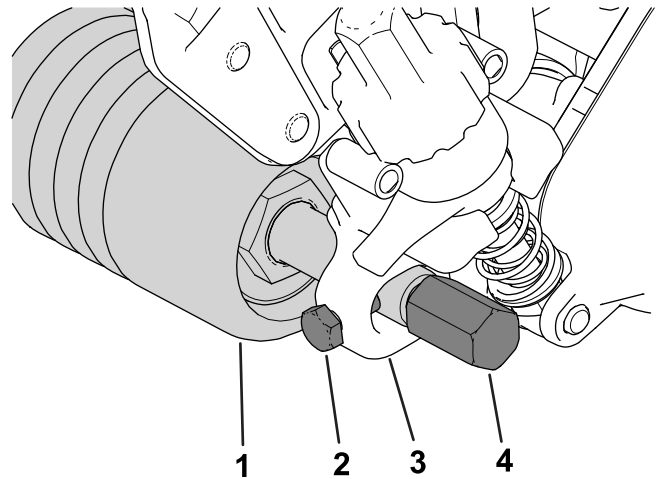
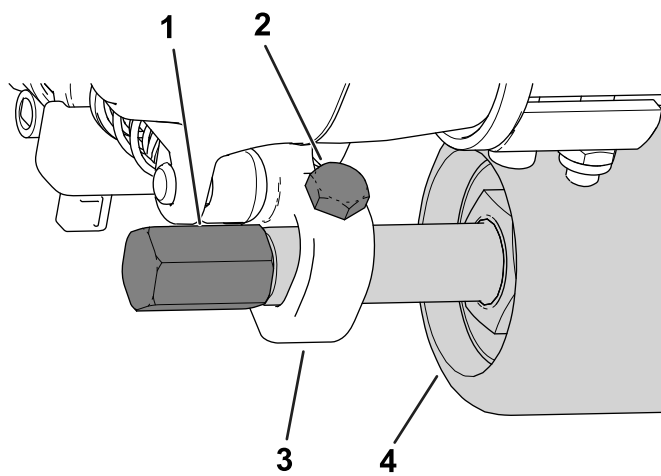

Figure 14
Figure 15
5. Insérez et centrez l'arbre du rouleau entre les supports de hauteur de coupe, et fixez-le en position avec 2 vis (Figure 14 ou Figure 15).
Vous pouvez installer les vis de fixation à l'avant (comme montré à la Figure 14) ou à l'arrière (Figure 15) des supports de hauteur de coupe. Si vous installez les vis à l'avant, le groomer ne touchera pas le rouleau, tandis qu'il le touchera si vous placez les vis à l'arrière.